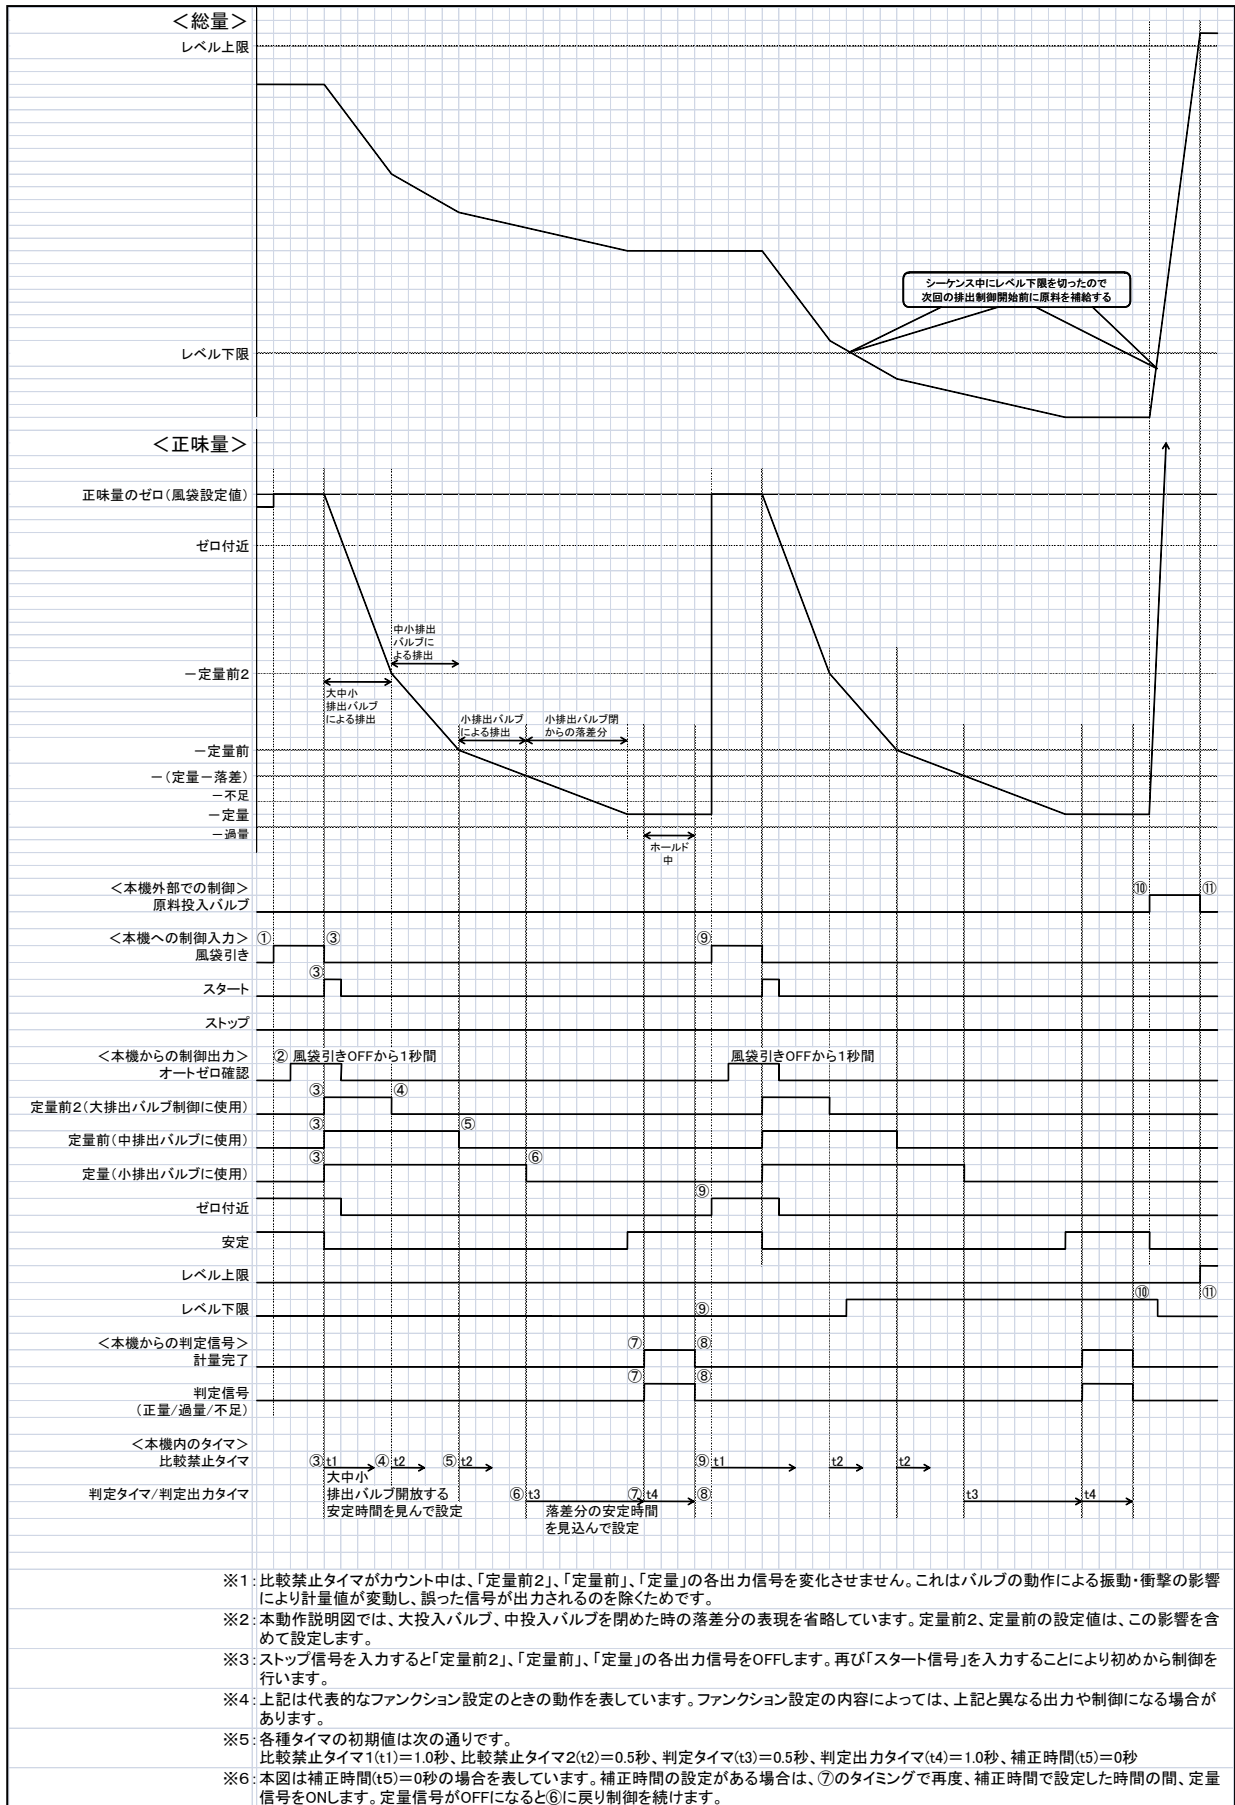

図 29 シークェンスモード (排出制御) の動作説明図
シーケンスモード（排出制御）は大排出バルブ、中排出バルブ、小排出バルブは本機が、投入バルブ、「スタート信号」、「ストップ信号」は本機外部の制御シーケンスによって制御するモードです。シーケンスモード（排出制御）の主な設定内容を表 12 に示します。また、動作説明図を図 29 に、代表的な制御手順を以下に示します。
- 補正時間について：容器内の圧力などの影響のため、投入に補正が必要な場合に使用します。通常の排出制御が終わった後、指定された時間だけ追加排出を行います。（図 29 で省略しています）
- 「風袋引き信号」を入力せず、③（「スタート信号」）から制御を始めることができます。この場合、オートゼロ（自動風袋引き）機能を使用して、自動的に毎回風袋引きを行うことができます。（FNo.143）